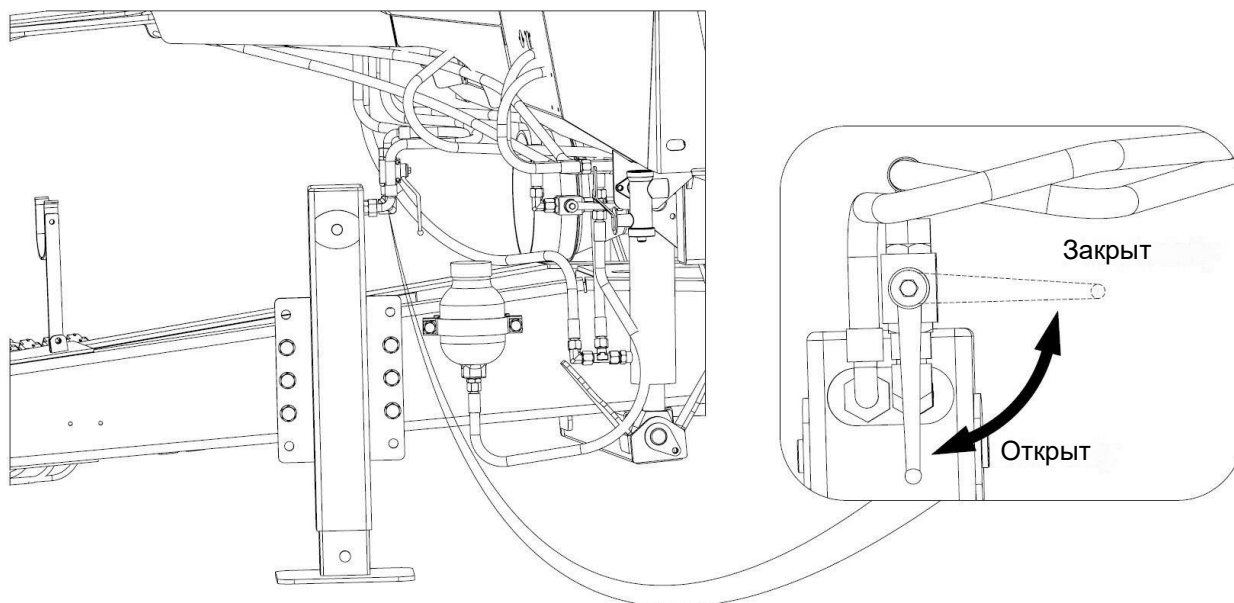

Рисунок 19. Гидравлический клапан управления (отключения) гидравлической пятой
- 7) Закройте блокирующий клапан опорной пяты (Рисунок 19). Если у трактора слишком мало гидравлических розеток для подключения других гидравлических систем, гидравлические шланги опорной пяты можно отключить на время перемещения и эксплуатации. При отключении гидравлических шлангов следует сбросить давление в шлангах.